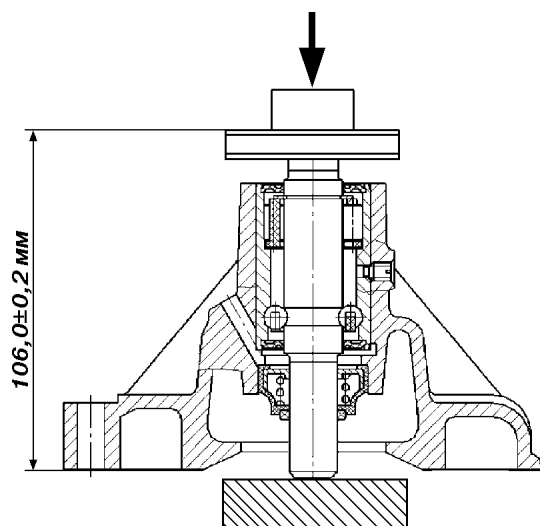

Рис. 4.54. Напрессовка ступицы шкива на вал
- напрессуйте ступицу шкива вентилятора на валик подшипника, выдержав размер $106 \pm 0,2$ мм (рис. 4.54). При напрессовке ступицы необходимо разгружать корпус, фиксатор и подшипник насоса от усилий запрессовки, т.е. упор при напрессовке должен осуществляться на торец валика;